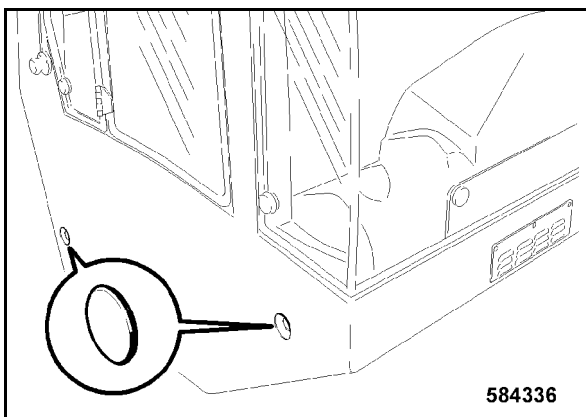

Fig. 217
- Tapar todos los puntos laterales de unión roscada con tapas de plástico 1 (Fig. 217).